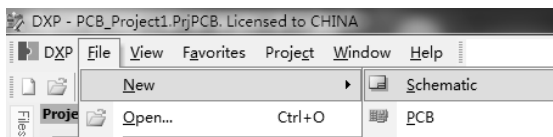

图 2-1-6 新建原理图
(4) 单击“File”→“New”→“Schematic”菜单命令，将新建一个原理图文件，默认文件名为“Sheet1.SCHDOC”，如图 2-1-6 所示。